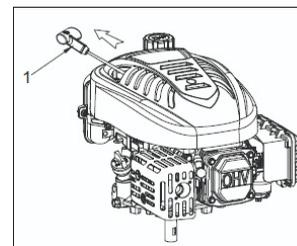

Fig.3
⚠ WAARSCHUWING: Laat de startgreep (1) niet terug schieten tegen de motor. Laat de startgreep voorzichtig terugkeren naar zijn oorspronkelijke positie om schade aan de starter te voorkomen. (Fig.3)